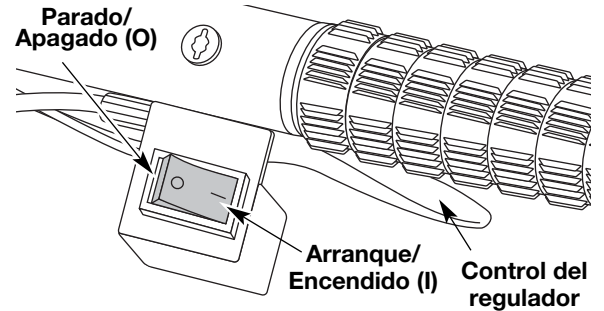

Fig. 7
2. Coloque el control de encendido y apagado en posición de ENCENDIDO (I) (Fig. 7).